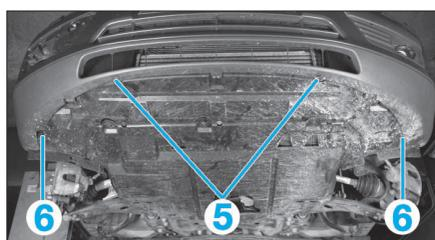
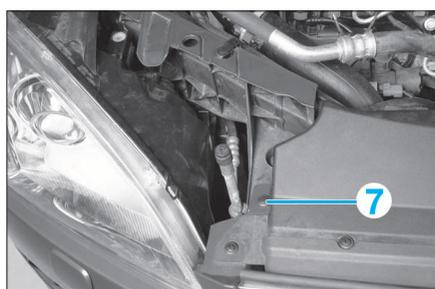

FIG. 6
FIG. 7
- les 2 clips (5) (Fig.6).
- les 2 vis (6).
- les 2 vis (7) (Fig.7).